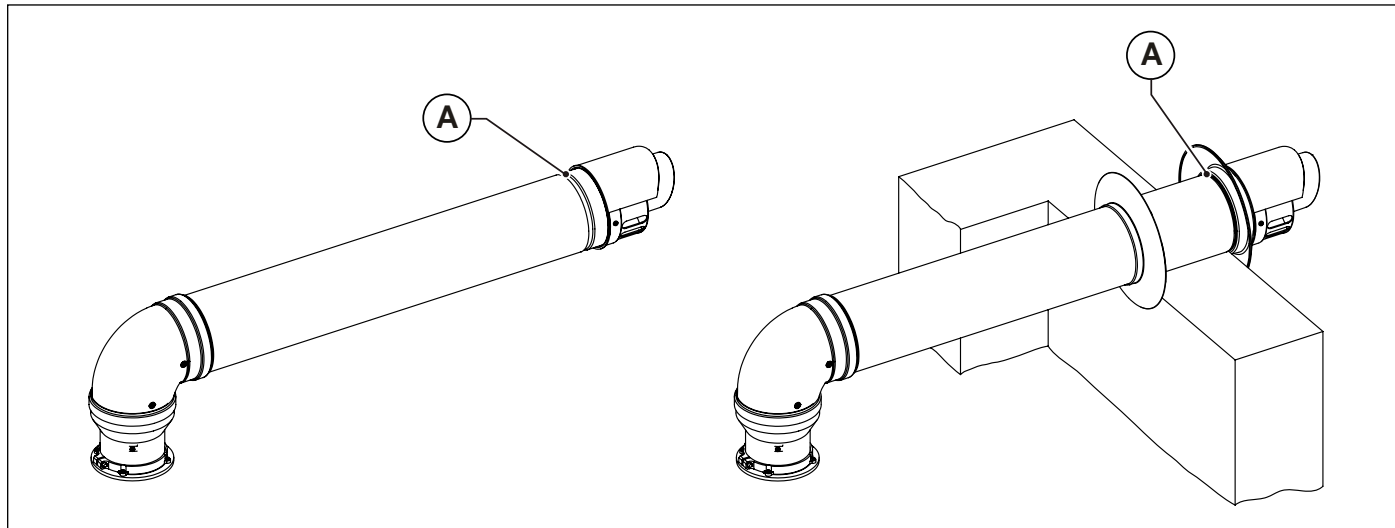

Fig. 12 Instalarea terminalelor pe perete
Terminalele de aspirare a aerului și evacuare a gazelor arse, duble și coaxiale, sunt dotate la capăt cu un gât (A) pentru fixarea rozetei externe (vezi Fig. 12 Instalarea terminalelor pe perete).